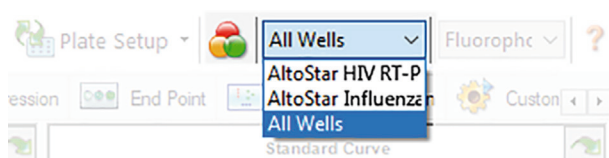

Figura 4: Botón Well Group (grupo de pocillos) y menú desplegable Well Group (grupo de pocillos)
En la ventana Data Analysis (análisis de datos), asegúrese de seleccionar el **Well Group** (grupo de pocillos) del kit AltoStar® HIV RT-PCR Kit 1.5. Por tanto, haga clic en el menú desplegable **Well Group** (grupo de pocillos) junto al botón **Well Group** (grupo de pocillos) (consulte la figura 4) de la barra de herramientas. No utilice el **Well Group** (grupo de pocillos) «All Wells» (todos los pocillos). La selección de la figura 4 se usa como vista de ejemplo general.
1. En la ventana Data Analysis (análisis de datos), asegúrese de seleccionar el **Well Group** (grupo de pocillos) del kit AltoStar® HIV RT-PCR Kit 1.5. Por tanto, haga clic en el menú desplegable **Well Group** (grupo de pocillos) junto al botón **Well Group** (grupo de pocillos) (consulte la figura 4) de la barra de herramientas.